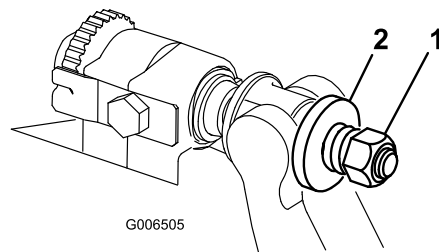

Figura 23
6. Aperte a porca da mola tensora até que a mola fique recolhida; em seguida, desaperte meia volta (Figura 23).